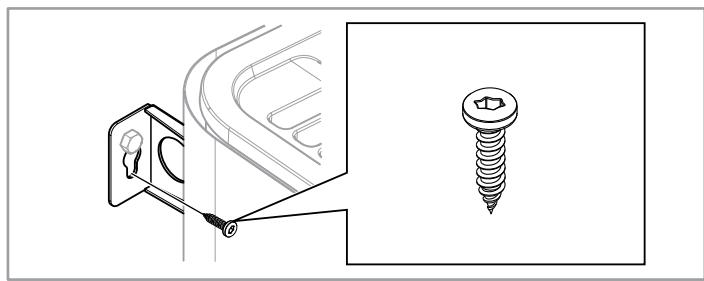

Fig 14: Konsolens låsskruv
8. Lås aggregatet på plats med låsskruven se Fig 14.